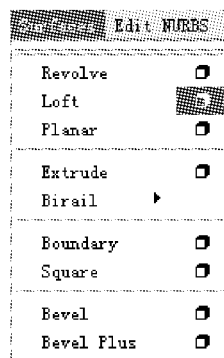

图 3-19 单击放样命令后的图标
(2) 选择 Surfaces 模块,框选 2 条曲线,单击 Surfaces(曲面)→Loft(放样)命令后面的  图标进行设置,如图 3-19 所示。